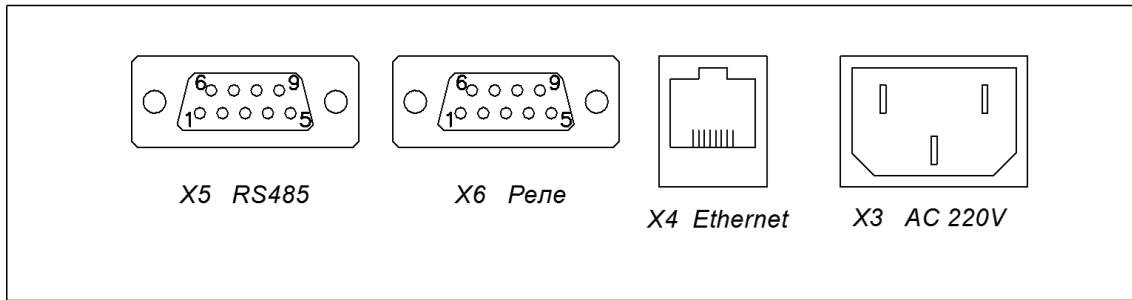

Рис. 3 Расположение соединителей для внешних подключений на верхнем торце секции управления.
6.6. Подключить шнур электропитания к гнезду, расположенному на верхнем торце секции управления (см. Рис. 3).
Смонтированный соединитель подключить к гнезду X5 на верхнем торце секции управления (см. Рис. 3) и установить параметры связи через порт RS-485 (см. п.7.8.2).
6.11. Для подключения изделия к компьютерному оборудованию через порт Ethernet следует подключить патч-кабель к соединителю X4 (см. Рис. 3) и установить параметры связи через порт Ethernet (см. п.7.8.3). Связь через порт Ethernet поддерживается изделиями, имеющими номер прошивки не менее 7.10.4.
6.12. Релейные выходы изделия выведены на гнездо X6 (см. Рис. 3). Для подключения к релейным выходам следует использовать соединитель типа DB09-M или аналогичный в соответствии с Табл. 3.